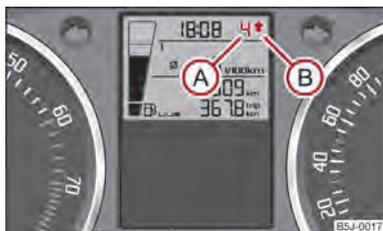

Fig. 4 Recomendación del cambio para el cambio de marcha
En la pantalla del cuadro de instrumentos combinado se muestra información para la marcha conectada (A) ⇒ fig. 4.